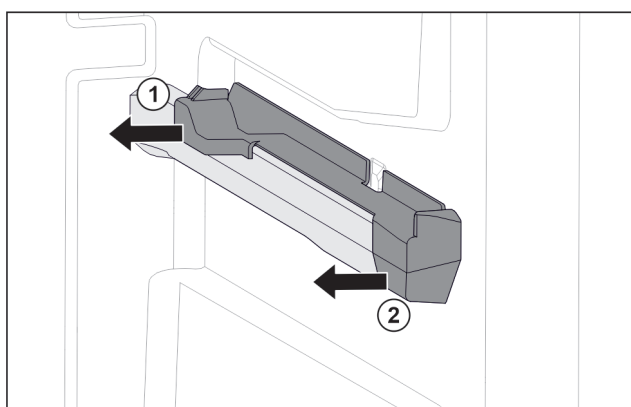

Fig. 108 Påsettsingsdel på høyre beholderribbe
- Trekk av påsettsingsdel bak til siden. Fig. 108 (1)
- Trekk av påsettsingsdel foran til siden. Fig. 108 (2)